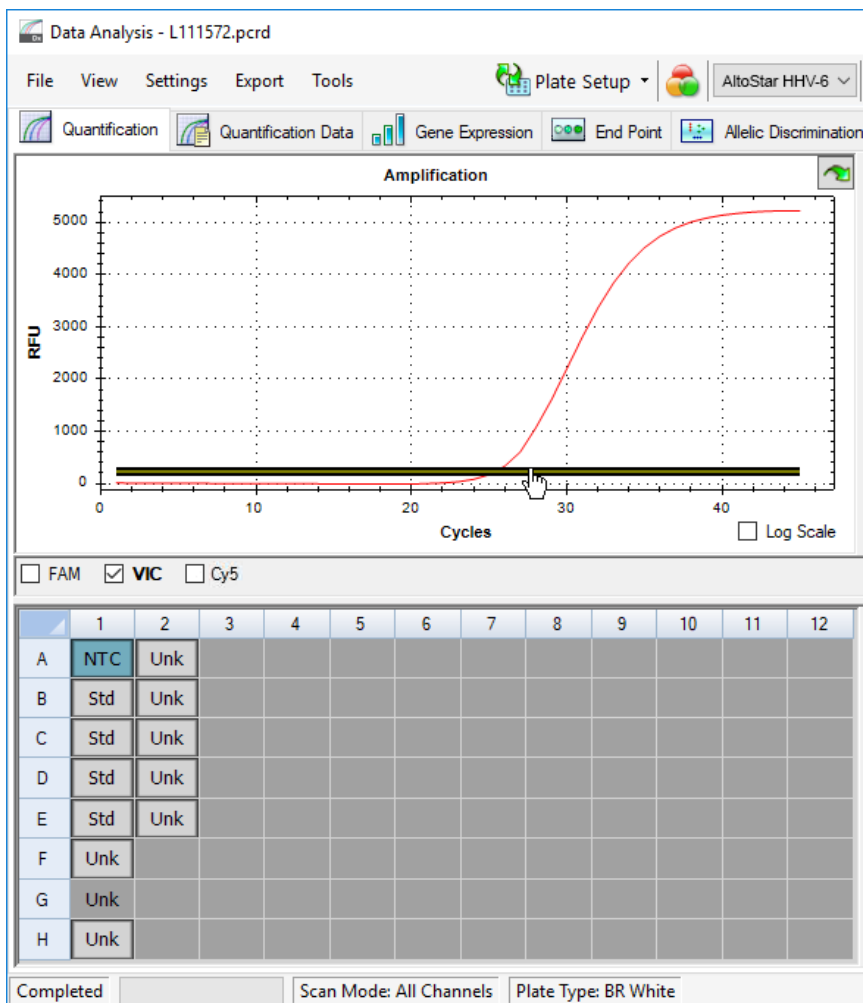

Abb. 9: Fenster Data Analysis (Datenanalyse): Festlegen des VIC™ Schwellenwerts
2. Setzen Sie links im Fenster Data Analysis (Datenanalyse) nur im Kontrollkästchen neben **VIC** für den Detektionskanal der IC ein Häkchen (siehe Abbildung 9).
3. Wählen Sie in der Platten-Ansicht des Fensters Data Analysis (Datenanalyse) nur das Well für die NTC aus (siehe Abbildung 9).
4. Ziehen Sie den Schwellenwert in den Exponentialbereich des NTC-Signals (siehe Abbildung 9).